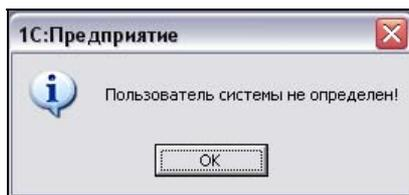

Рис. 5.37. Учетные записи пользователей удалены успешно
3. Теперь при запуске "1С:Предприятие" будет выдано следующее сообщение (рис. 5.37).